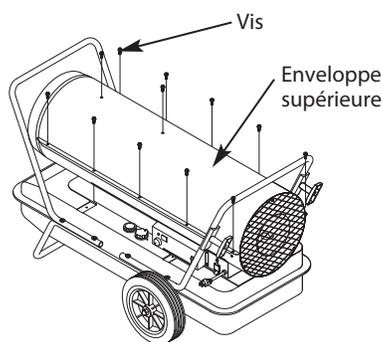

Figure 13 - Dépose de l'enveloppe supérieure
- Débrancher le fil de bougie de la bougie (voir la Figure 13).